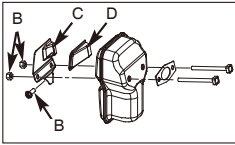

Fig. 17B
- Fjern de 2 skrue, der holder dækslet på plads (C). (Fig.17B)
- Smid den brugte gnistfangerskærm (D) ud, og erstæt den med en ny.